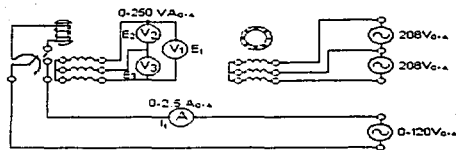

Figura 1
- Conectar el circuito de la figura 1.